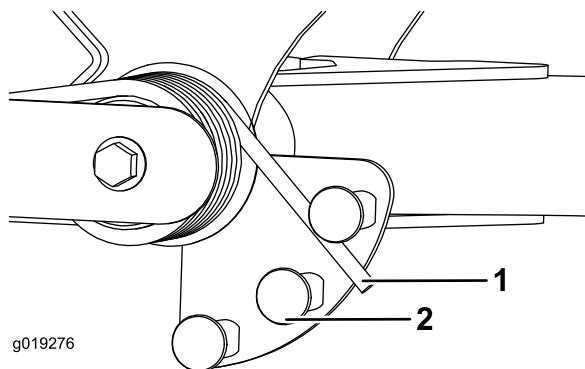

Figura 38
2. Insira um tubo ou objeto semelhante na extremidade da mola comprida e incline-a em redor do atuador da mola para a posição desejada (Figura 38).